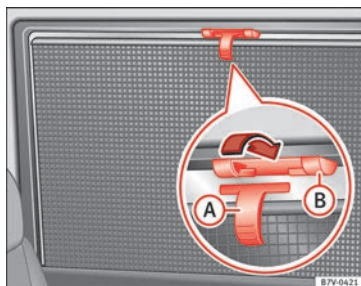

Fig. 64 En la ventanilla trasera derecha: cortinilla.
- Tire de la cortinilla por el asa saliente » fig. 64 (A) completamente hacia arriba.
- Enganche la varilla de sustentación por ambas argollas en los alojamientos previstos (B). Compruebe que la cortinilla bajada esté enganchada de forma segura en los alojamientos previstos (B).
- Para recoger la cortinilla, desenganche de arriba y bájela a mano » ①.